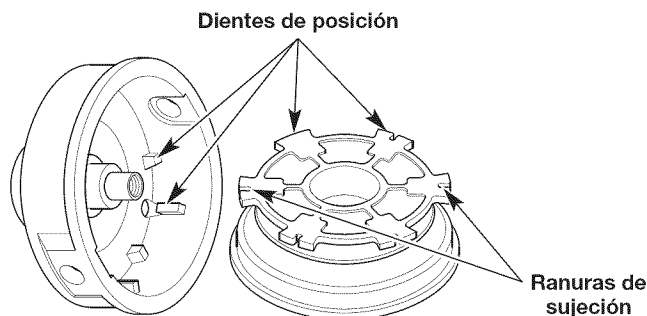

Fig. 11
6. Compruebe que los dientes de posición y las ranuras de sujeción no estén desgastados (Fig. 11). Si fuera necesario, quite las rebabas o cambie el carrete interior y la bobina exterior.